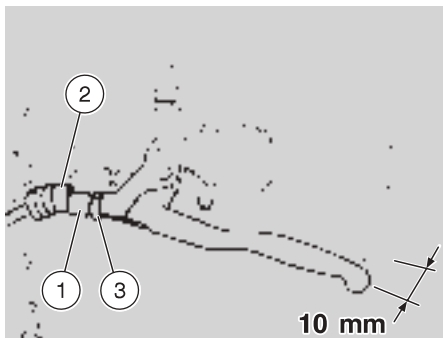

Fig. 15
### REGOLAZIONE FRIZIONE (Fig. 15)
- ◆ Sfilare la cuffia di protezione (2).
- ◆ Allentare il controdado (3).
- ◆ Ruotare il registro (1), sino a che la corsa a vuoto della leva frizione sia di circa 10 mm (vedi fig. 15).
- ◆ Serrare il controdado (3) e ricontrollare la regolazione.